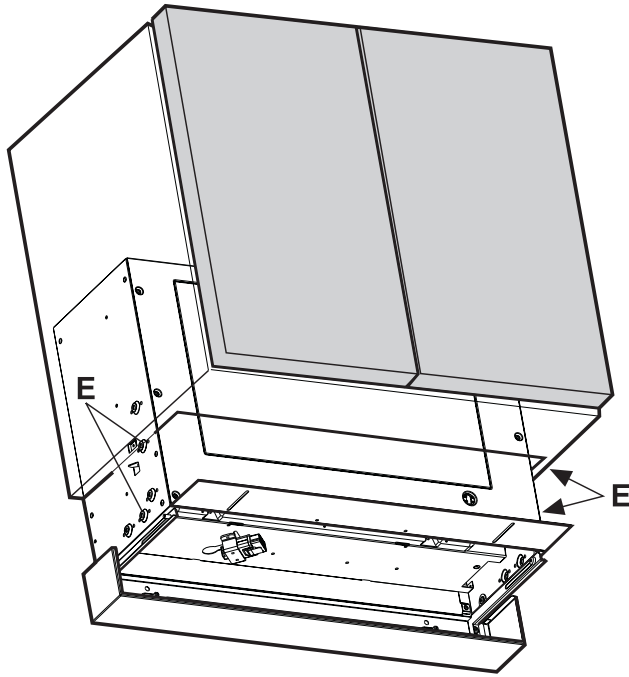
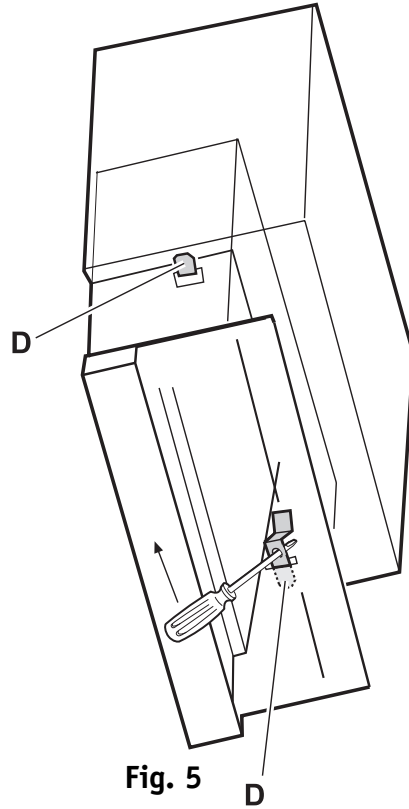
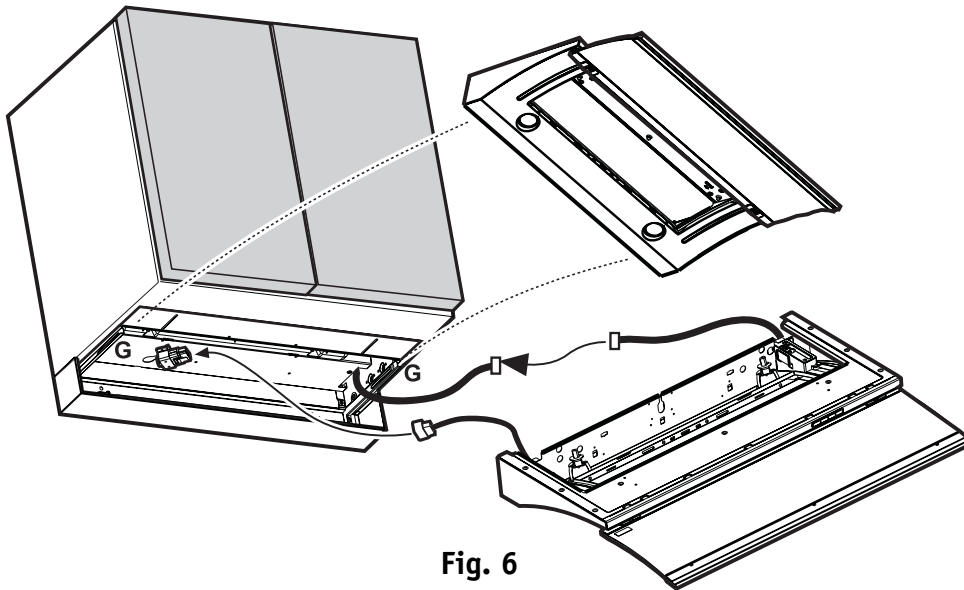

Fig. 4
Fig. 5
Fig. 6
4. Plaats de omkasting van de kap in de keukenkast (Afb. 4). Deze kan tijdelijk op zijn plaats blijven met behulp van de veren aan de zijkant **D** (Afb. 5) die in de blinde gaten van \varnothing 5 mm moeten worden gestoken; druk hiervoor met een schroevendraaier de veren aan de zijkant naar de binnenkant van de omkasting van de wasemkap.
5. Controleer of de rails **G** (Afb. 6) perfect parallel lopen aan de onderste rand van de keukenkast. Bevestig daarna de omkasting van de wasemkap definitief met de 4 schroeven aan de zijkanten van de keukenkast (**E** - Afb. 4 - twee per zijde). De schroeven moeten **vanaf de binnenkant van de omkasting van de kap** op de keukenkast worden bevestigd ter hoogte van de 4 blinde gaten van \varnothing 2 mm die vooraf zijn gemaakt (zie punt 3).
6. Plaats de cassette op de rails **G** van de beugels en verbind daarna de elektrische kabels van de cassette aan de omkasting (Afb. 6).